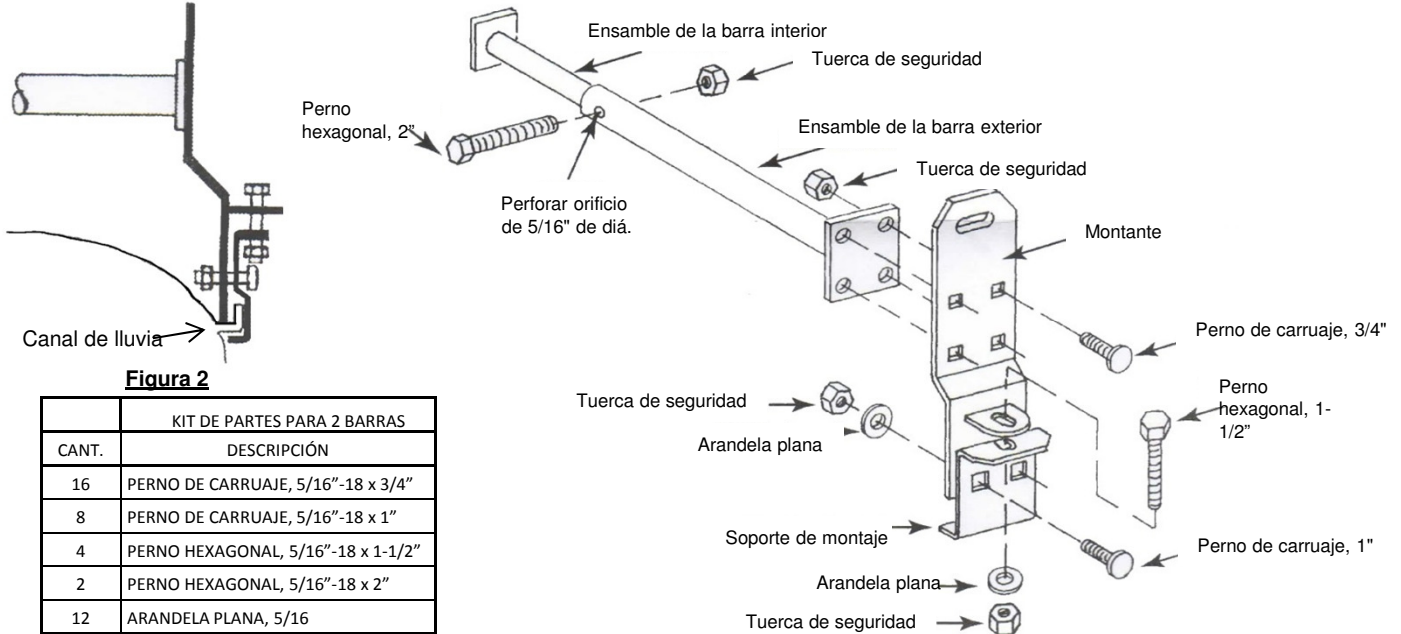

Figura 2
3. Inserte el ENSAMBLE DE LA BARRA INTERIOR dentro del ENSAMBLE DE LA BARRA EXTERIOR y con cuidado coloque el ensamble de las barras sobre el techo del vehículo. Coloque el borde inferior de cada MONTANTE dentro del canal de lluvia, figura 2. Deslice el SOPORTE DE MONTAJE contra la parte inferior del canal de lluvia.